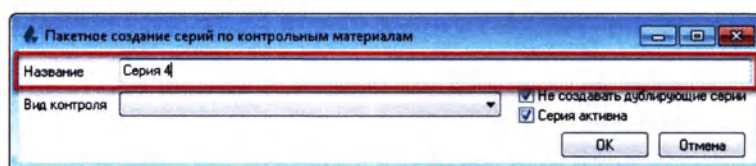

Рисунок 12.29
2. В открывшемся окне «Пакетное создание серий по контрольным материалам» введите название серии (Рисунок 12.29):